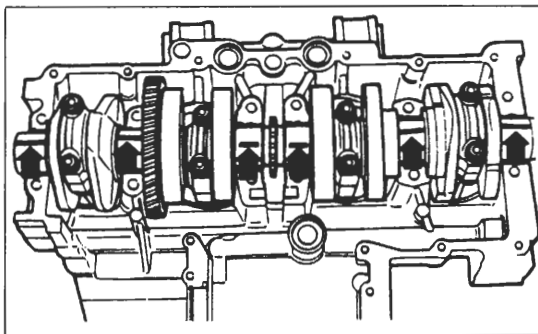

Bild 253
- Messstreifen wie zur Pleuelspiel-Messung einlegen (Bild 253).